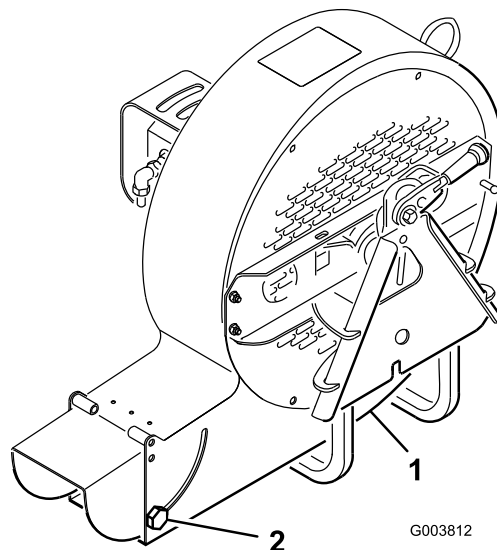

Figura 5
È possibile regolare l'apertura di scarico (Figura 5) per aumentare o diminuire la velocità e il volume dell'aria in uscita. Diminuendo la dimensione dell'apertura dello scarico, la velocità dell'aria aumenta. Aumentando la dimensione dell'apertura dello scarico, la velocità dell'aria diminuisce.
1. Allentate le viti di montaggio del deflettore dell'apertura di scarico (Figura 5).